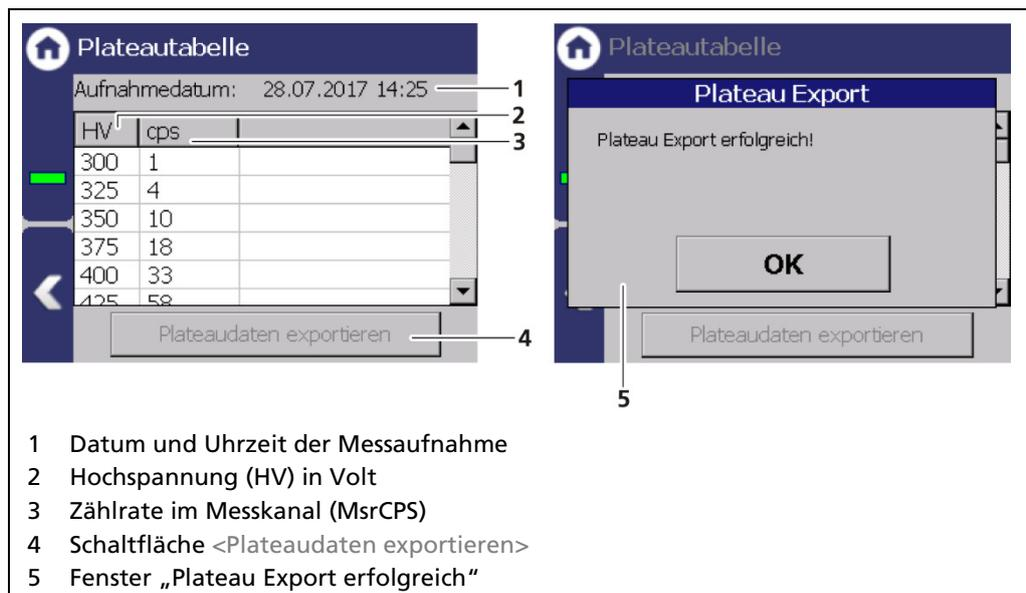
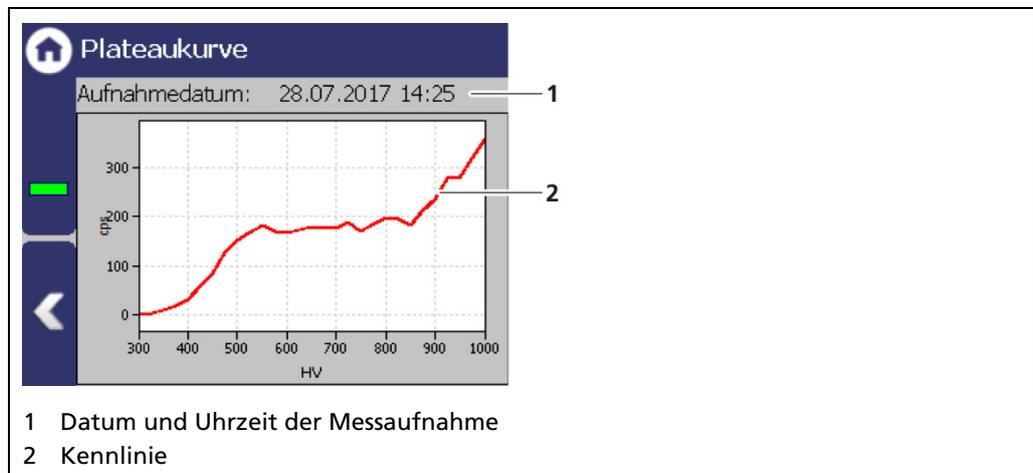

Abb. 62 Plateautabelle
Abb. 63 Plateaukurve
- ▶ Die aufgenommenen Werte werden eingelesen und in die Tabelle (Abb. 62) eingetragen, die Plateaukurve (Abb. 63) gezeichnet und automatisch gespeichert.
2. Klicken Sie die Schaltfläche <Plateaudaten exportieren> (Abb. 62, Pos.4) an.
Unter „Plateaukurve“ wird die abgebildete Kennlinie (Abb. 63, Pos.2) der letzten vollständigen Plateaumessung dargestellt.